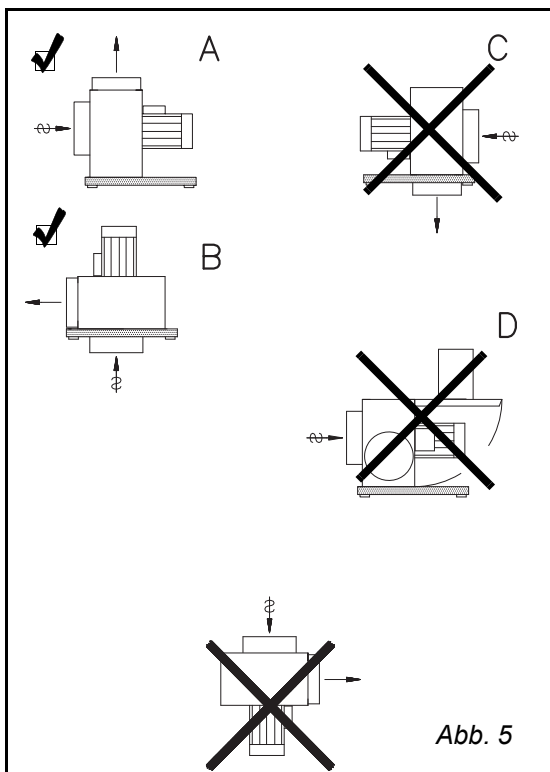

Abb. 5
**Bei der Aufstellung im Freien ist Montageverfahren A oder B zu benutzen (Abb. 5).**